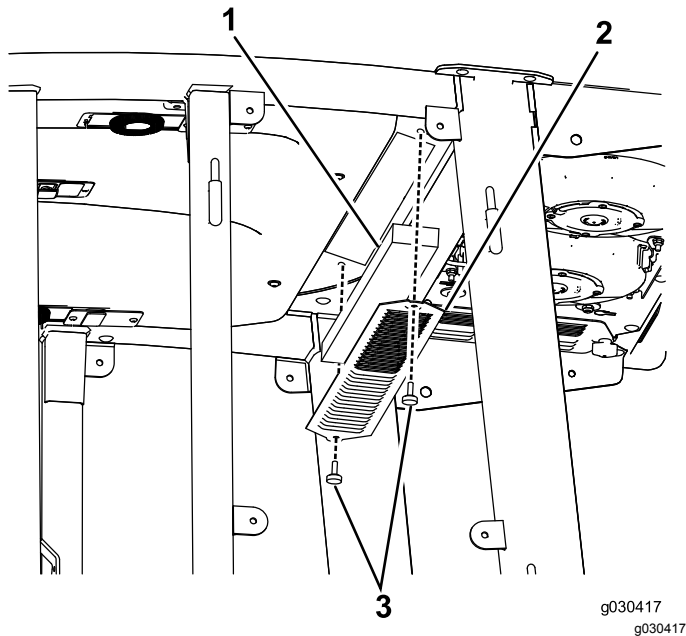

Bild 22
1. Nehmen Sie die Daumenschrauben und Gitter vom internen Kabinenfilter und den hinteren Kabinenfiltern ab (Bild 22).